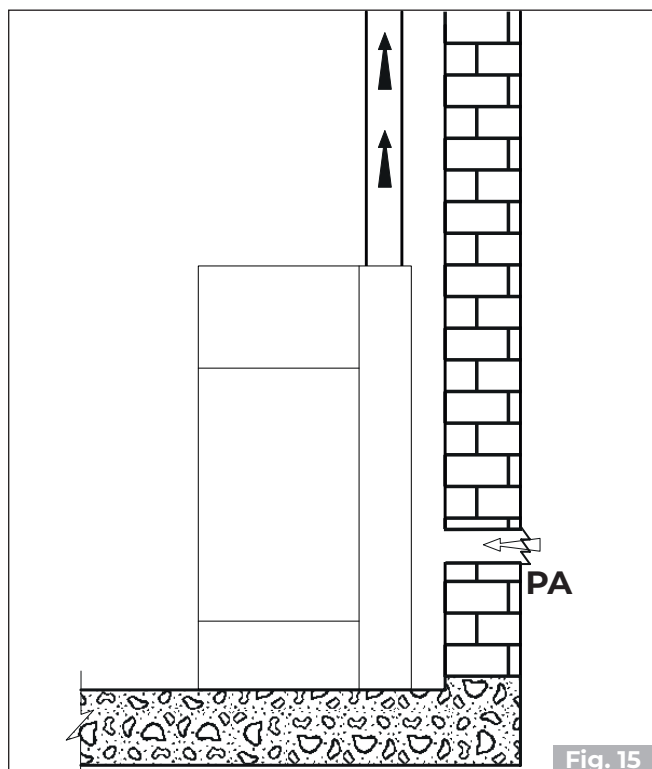
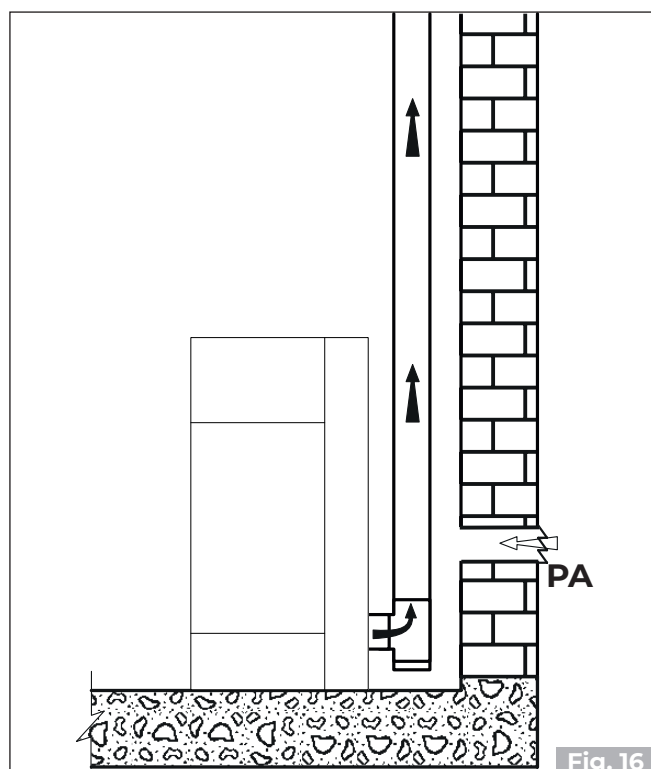

Fig. 15
Fig. 16
- il peut provenir du lieu d'installation ou de pièces voisines («Fig. 15» «Fig. 16»)
Réaliser la prise d'air sur la paroi (Fig. 15 e Fig. 16- PA = Air Intake), et laisser l'appareil libre d'aspirer l'air dans la pièce, en prenant soin de raccorder le tuyau ondulé sur le tuyau d'entrée d'air, s'il est fourni, en le fixant avec le collier et en le pliant légèrement vers le bas afin de prévenir d'éventuels effets de résonance.